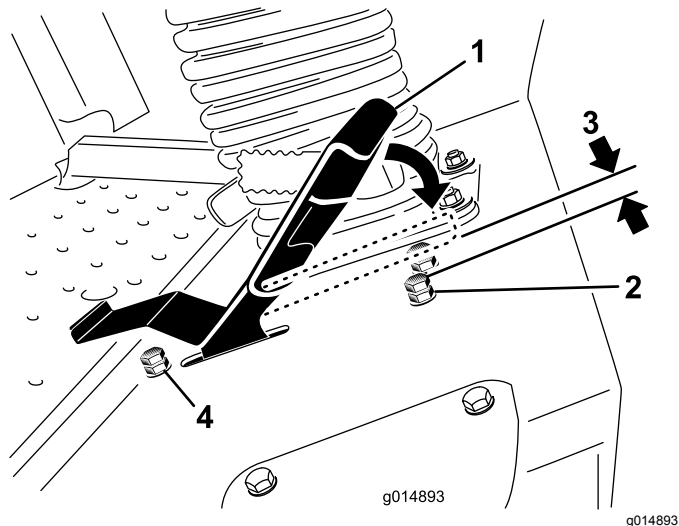

Рисунок 47
3. Отпустите контргайку на упорном болте педали тяги (Рисунок 47).